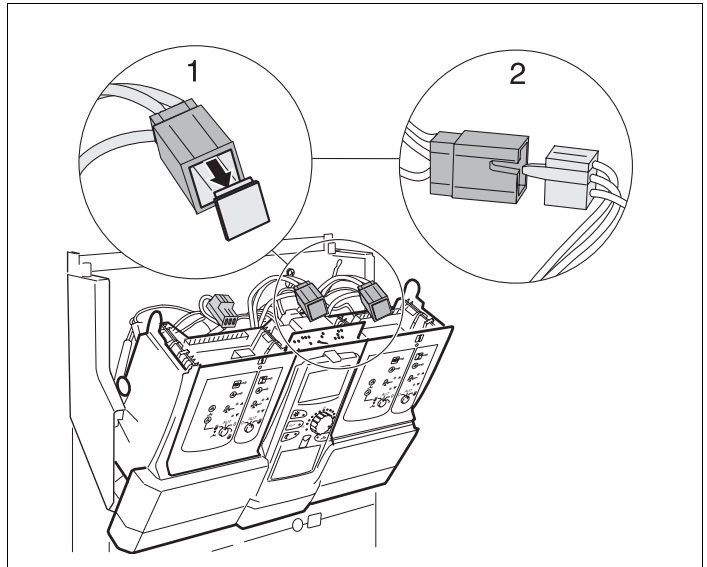

Fig. 8 Conectare la rețea, soclul 2
- Se îndepărtează fișa orăbă (vezi detaliul 1 din fig. 8) din conectorul tripolar (trunchi de cabluri).
- Fișa de conectare a modulului la 230 V se introduce în conectorul tripolar (vezi detaliul 2 din fig. 8).